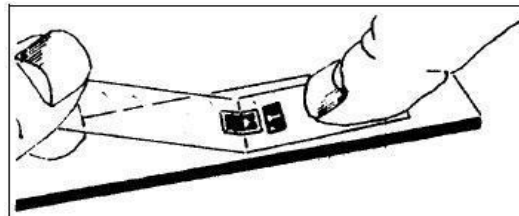

Figura D.3 Levantar la cinta en ángulo agudo.
c) Preparación final. Levantar la cinta con la galga en un ángulo agudo (véase Figura D.3) hasta que la terminal quede aproximadamente 1 cm libre. Doblar la cinta sobre si misma y